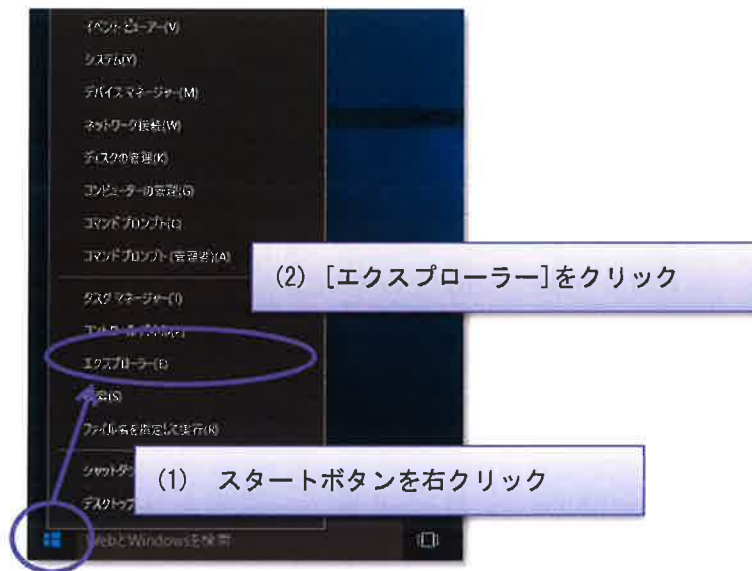

図 2.1 エクスプローラーを開く
- (1) 付属の CD-ROM をパソコンの CD-ROM ドライブに挿入します。
- (2) スタートボタンを右クリックして表示されたメニューから **[エクスプローラー]** をクリックするか、スタートメニューより **[Windows システムツール > エクスプローラー]** と選択してエクスプローラーを開きます。(図 2.1)